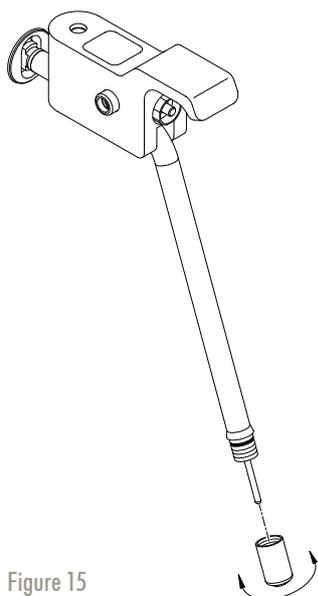

Figure 15
2. Dévissez le gicleur à vapeur du tuyau à vapeur (fig. 15) et déposez celui-ci dans le pot à lait.
8. Enfin, revissez le gicleur sur l'orifice de distribution vapeur (fig. 15).